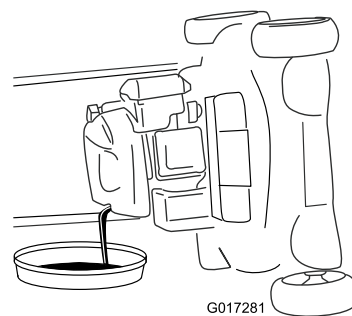

Bild 31
6. Entfernen Sie den Peilstab und lassen das Altöl in eine Ölauffangwanne ablaufen (Bild 31).